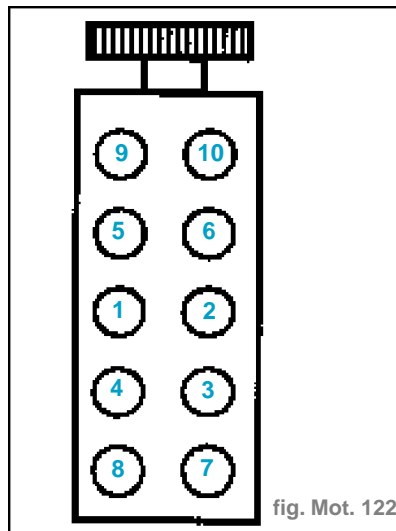

fig. Mot. 122
- Serrage de toutes les vis à **3 daN.m**, puis effectuer un angle de **100 ± 4°** dans l'ordre précisé ci-dessous. (fig. Mot. 122)
- Serrage de toutes les vis à **3 daN.m**, puis effectuer un angle de **100 ± 4°** dans l'ordre précisé. (fig. Mot. 122)